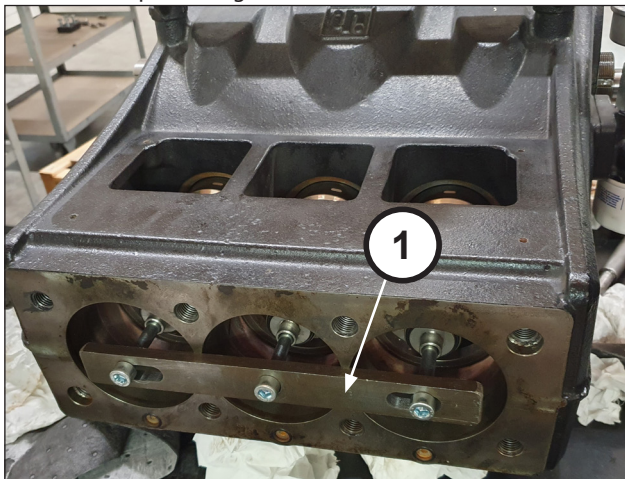

Fig. 31
Per facilitare l'operazione, utilizzare l'apposito attrezzo (cod. 27566200) – (pos. ①, Fig. 31).